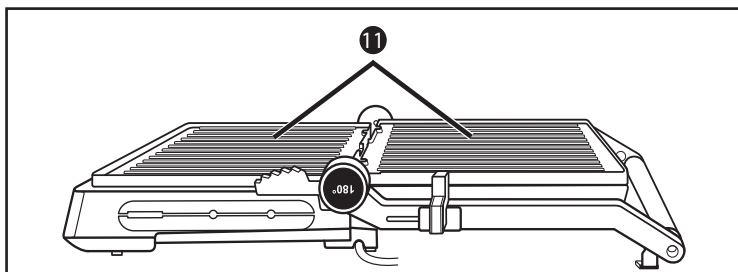

Fig. 2
- 3) Las planchas **11** quedan la una junto a la otra y pueden utilizarse como grill de mesa (fig. 2).